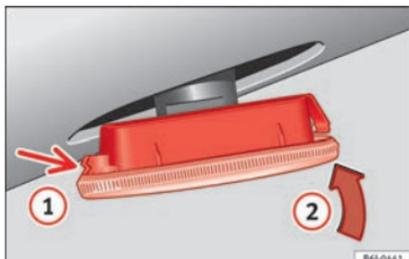

Fig. 115 Indicatori di direzione laterali.
- Collocare l'intermittente nel foro della carrozzeria, incastrandolo le linguette ①
»» fig. 115, e successivamente inserire la lampadina come indicato dalla freccia ②
»» fig. 115..